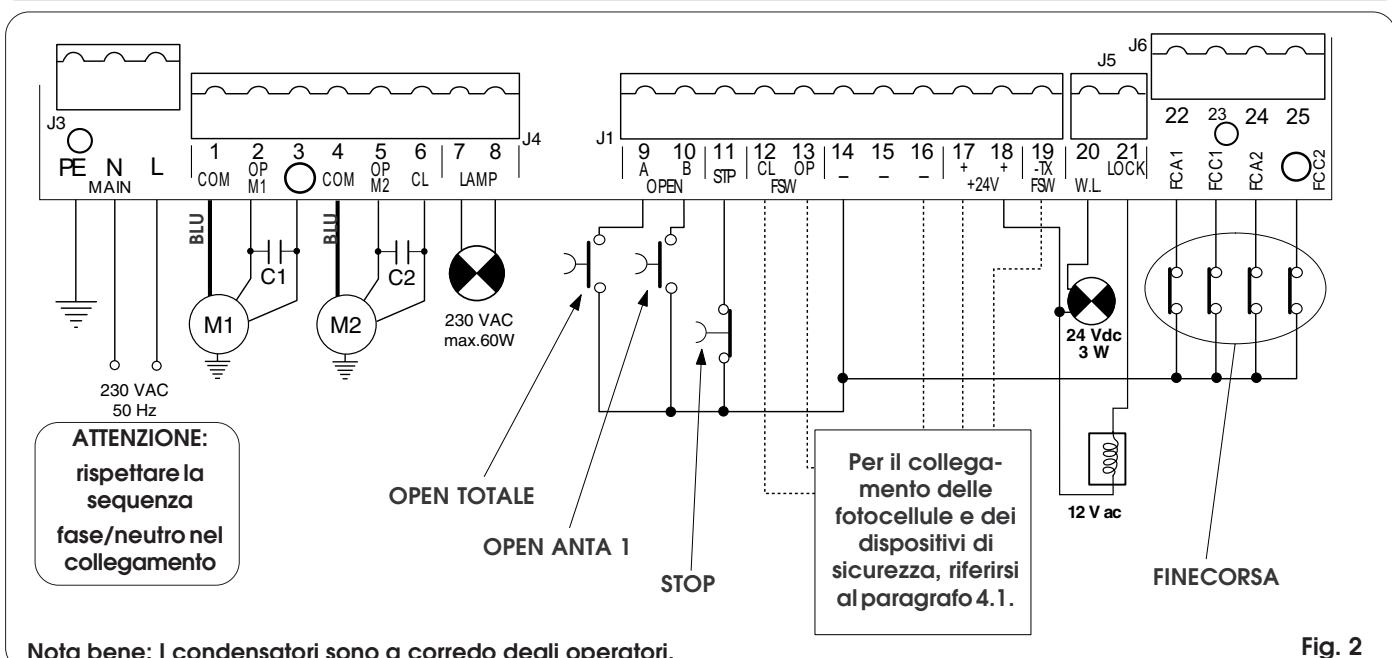

Fig. 2
- Collegare il cavo di terra all'apposito morsetto previsto sul connettore J3 dell'apparecchiatura (vedi fig.2).
4.2. Morsettiera J3 - Alimentazione (fig. 2)
4.3. Morsettiera J4 - Motori e lampeggiatore (fig. 2)M1 : COM / OP / CL: Collegamento Motore 1
4.4. Morsettiera J1 - Accessori (fig. 2)
4.5. Morsettiera J5 - Lamp. Spia ed Elettroserratura (fig. 2)
4.7. Morsettiera J6- Finecorsa e/o Encoder (fig. 2)